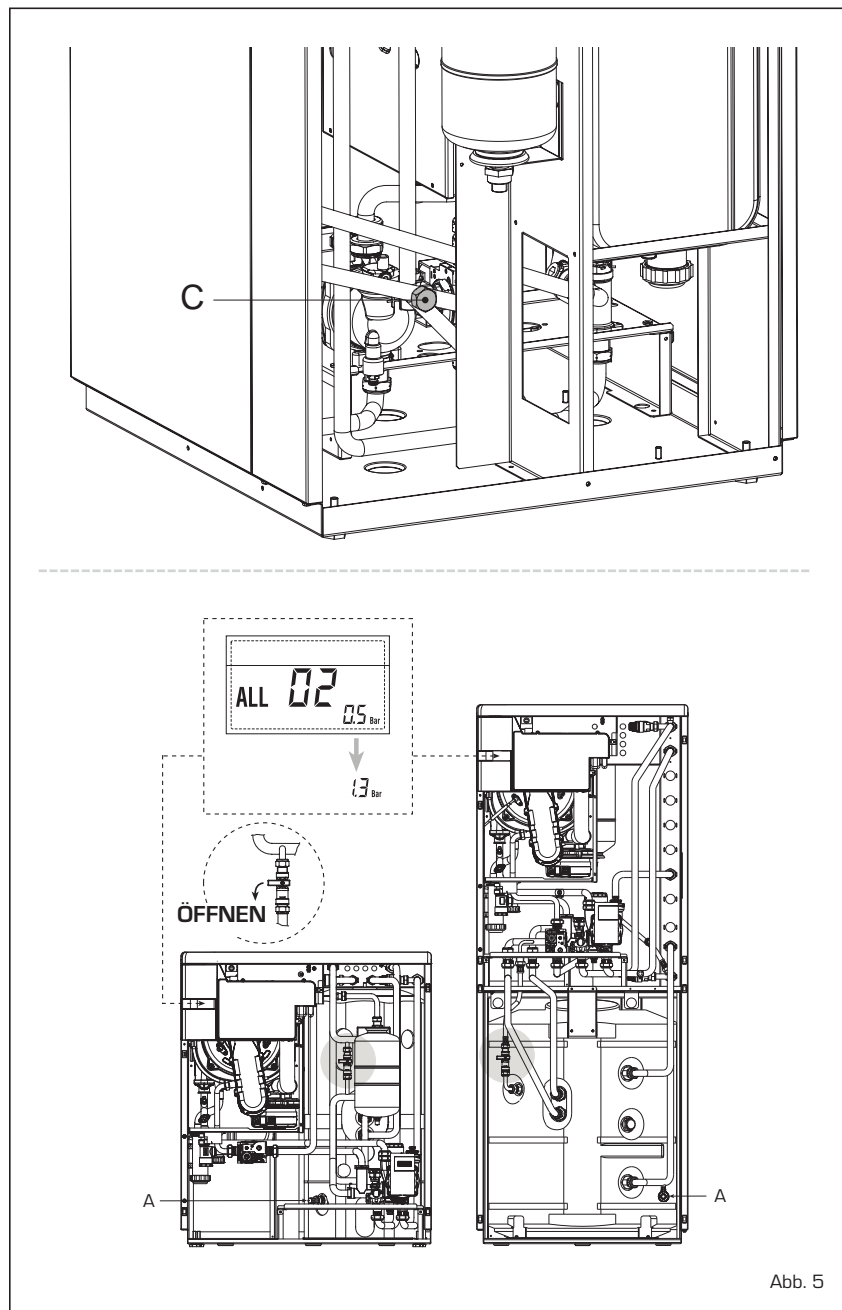

Abb. 5
2.4 ANFANGSPHASE BEFÜLLUNG DER ANLAGE (Abb. 5)
2.4.1 Entleeren des Boilers (Abb. 5)